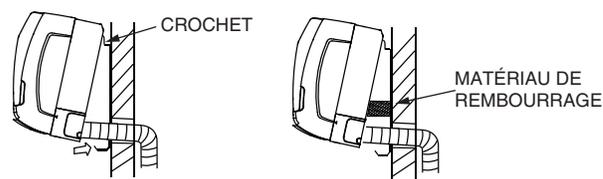

Fig. 6 — Branchement des tuyauteries
- Pour la tuyauterie des condensats et des fluides frigorigènes, soulevez l'unité par sa partie inférieure pour vérifier qu'elle est toujours fixée à la plaque de montage par le haut. Reportez-vous à la fig 6.